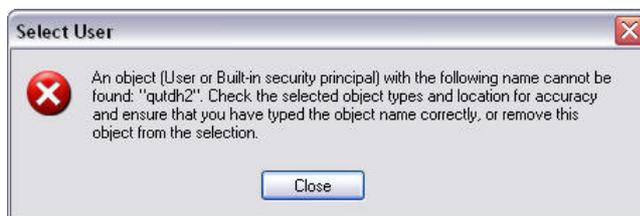

ABB. 61
- j. Wenn der Computer Ihren Benutzernamen nicht finden kann, wird die in ABB. 61 gezeigte Fehlermeldung angezeigt. Prüfen Sie, ob die ausgewählten Objekttypen und der Objektort stimmen, und versuchen Sie erneut, Ihren Benutzernamen einzugeben. Wenn Sie weiterhin eine Fehlermeldung erhalten, wenden Sie sich an einen IT-Mitarbeiter.